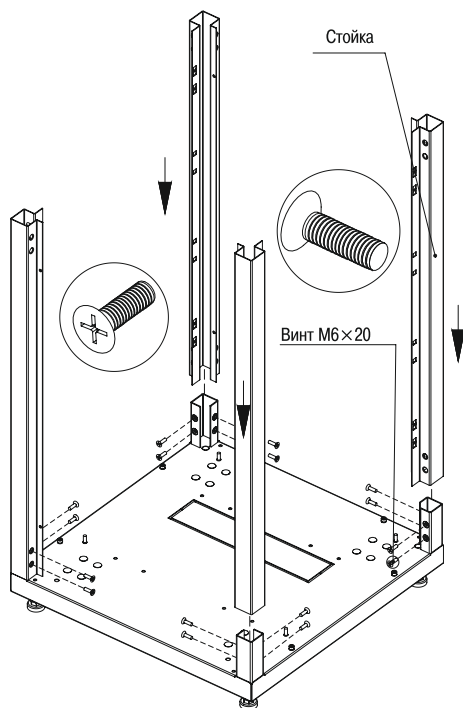

Рисунок 3
3.1.3 Извлеките из четвертого места стойки. Вставьте стойки в основание с опорами и закрепите винтами M6x20 с потайной головкой (рисунок 3).